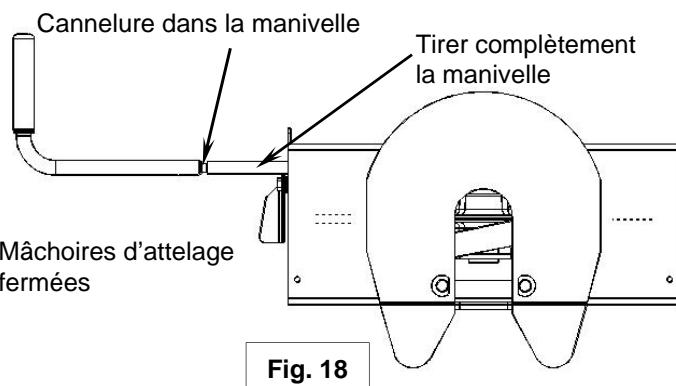

Fig. 18
7. Tirer complètement la manivelle jusqu'à ce qu'elle se bloque en position ouverte de façon que le pivot d'attelage ne soit plus agrippé par les mâchoires d'attelage (voir Fig. 18 de la page suivante). La caravane est maintenant détachée de l'attelage et de la camionnette. Si la manivelle ne peut être tirée, c'est qu'une pression s'exerce probablement sur les mâchoires. Pour relâcher cette pression, reculer la camionnette avec précaution. Remettre le frein d'urgence. Puis tirer la manivelle pour la sortir complètement jusqu'à ce qu'elle se verrouille en position ouverte. (Voir Fig. 18)